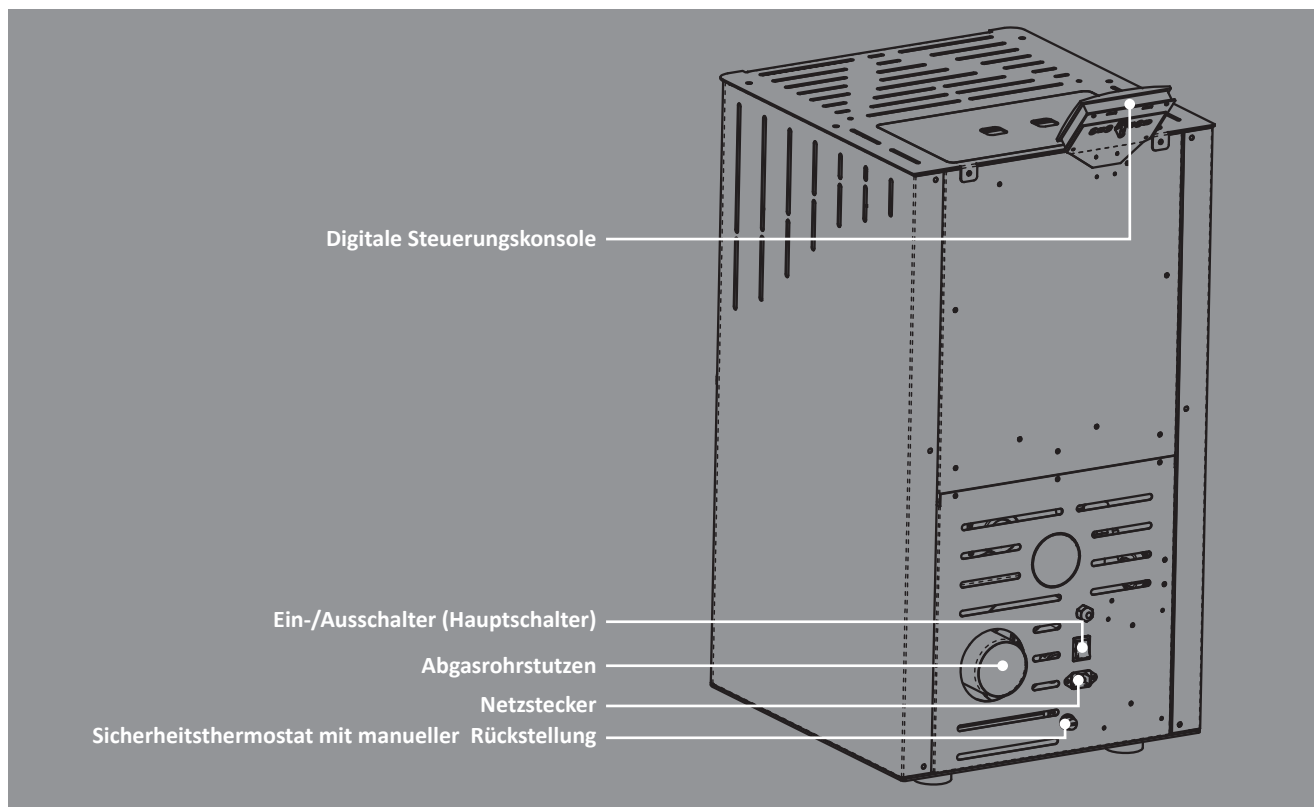
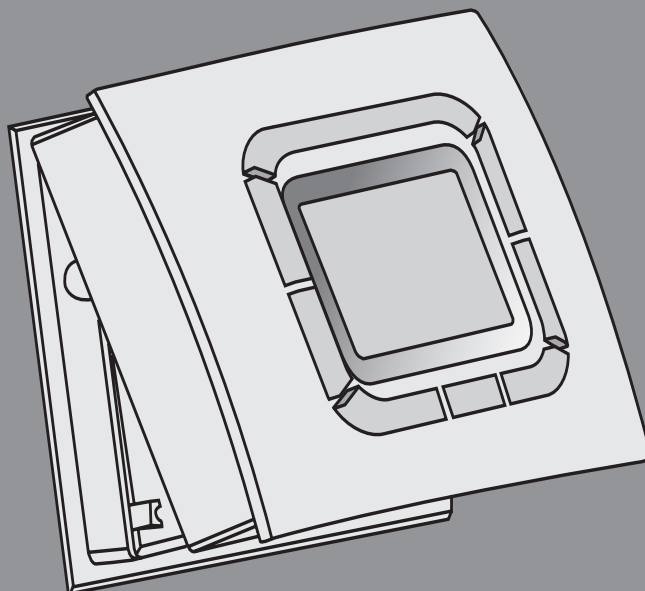

Abb. 1a: Geräteübersicht (Abbildung modellabhängig)
Abb. 2: Display-Montage
- ▶ Schalten Sie im Falle eines Schornsteinbrandes den Ofen sofort am Ein-/Aus-schalter (Hauptschalter, siehe Abb. 1a) ab und ziehen Sie den Netzstecker aus der Steckdose. Versuchen Sie auf keinen Fall den Brand selbst zu löschen. Schütten Sie niemals Wasser in einen brennenden Schornstein. Rufen Sie unverzüglich die Feuerwehr! Lassen Sie zur Identifizierung der Brandursache den Schornstein unbedingt von Ihrem Bezirksschornsteinfeger überprüfen, bevor Sie den Pellet-Heizofen wieder in Betrieb nehmen.
- ▶ Schalten Sie den Ofen sofort am Ein-/Ausschalter (Hauptschalter, siehe Abb. 1a) ab, wenn aus irgendeinem Teil des Ofens oder des Abgasrohrs Rauch entweicht. Sorgen Sie für eine gute Raumbelüftung, indem Sie sämtliche Fenster öffnen. Lassen Sie den Ofen vollständig abkühlen, bevor Sie die Ursache der Rauchentwicklung ermitteln. Ziehen Sie, wenn nötig einen Fachmann hinzu. Starten Sie das Gerät nicht, bevor die Ursache der Rauchentwicklung geklärt und behoben wurde.
Schalten Sie das Gerät am Ein-/Ausschalter (siehe Abb. 1a) ab. Lösen Sie das Frontteil. Drücken Sie hierfür fest auf die mit „PUSH“ gekennzeichnete Keiltaste an der Display-Unterseite. Entnehmen Sie das Frontteil, indem Sie es nach oben klappen (siehe Abb. 2).
1. Vergewissern Sie sich, dass der Ein-/Ausschalter (Hauptschalter, siehe Abb. 1a) auf der Position 0 steht.
2. Schließen Sie das beiliegende Netzkabel zunächst am Gerät an. Die Anschlussbuchse für das Netzkabel befindet sich unterhalb des Hauptschalters auf der Geräterückseite (siehe Abb. 1a). Stecken Sie dann das Netzkabel in eine geerdete, durch einen FI-Schutzschalter abgesicherte Steckdose (230 V~50 Hz).
3. Bringen Sie nun den Ein-/Ausschalter (Hauptschalter, siehe Abb. 1a) auf Position I. Das Gerät ist nun betriebsbereit und das Display zeigt die folgenden Informationen: